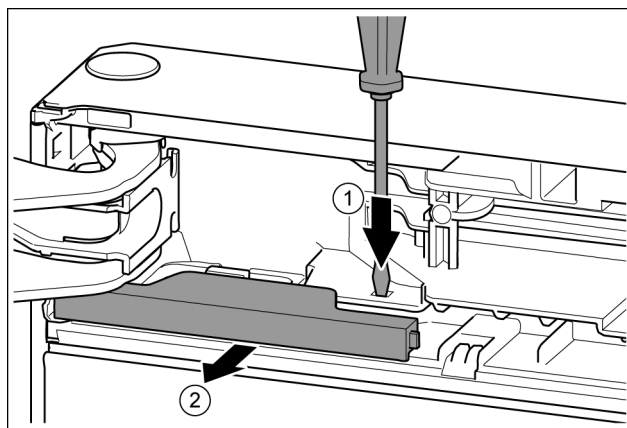

Fig. 11
- 用带槽螺丝刀按住接片。Fig. 11 (1)
- 将盖板从闭锁中拉出。Fig. 11 (2)